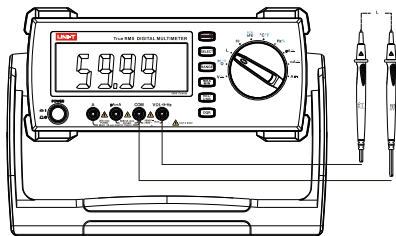

图4
- a) 将红表笔插入"L"插孔,黑表笔插入"COM"孔(如图4)。